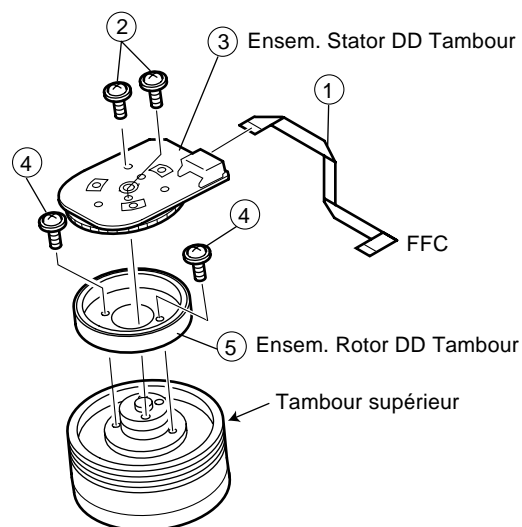

Fig. 8-34
Déplacer la tête CA au moyen d'un tournevis spécifié (JiGDRIVER-6) en suivant Fig. 8-34 et ajuster la tête CA pour maximaliser la forme d'ondes du signal ATR. (Remarque: ajuster la tête CA pour obtenir la forme d'ondes ATR maximale à une position plus proche du réglage initial à 8-17.)
- ① Provisoirement fixer les vis ① du bras de tête CA en suivant le paragraphe 8-17 "Remplacement 3".
- ② Reproduire la cassette d'alignement VROCPSV et court-circuiter les TP801 et TP802. L'alignement automatique s'annule et le mode d'ajustement de la valeur X est activé.
- ③ Déplacer la tête CA au moyen d'un tournevis de réglage valeur X en suivant Fig. 8-34 et ajuster la tête CA pour maximaliser la forme d'ondes du signal ATR. (Remarque: obtenir la forme d'ondes du signal ATR maximal à une position plus proche de celle obtenue dans le paragraphe 8-19, 3-②.)
- ④ Ajuster le point de commutation de lecture (se reporter à l'ajustement électrique).
- ⑤ Reproduire la cassette enregistrée d'auto-image et vérifier que la forme d'ondes et le son du signal ATR est aplatis.